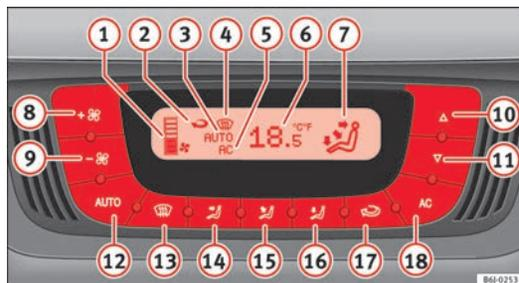

Abb. 95 In der Instrumententafel: Bedienelemente Climatronic
- Drücken Sie die Tasten  und  ⇒ Abb. 95, um die Temperatur einzustellen.
- ④ Defrost-Anzeige
- ⑤ Anzeige AC (Klimaanlage ist eingeschaltet)
- ⑥ Anzeige der gewählten Innenraumtemperatur
- ⑦ Anzeige der Luftstromrichtung
- ⑧ Erhöhung der Gebläseleistung
- ⑨ Verringerung der Gebläseleistung
- Drücken Sie die Taste **AUTO**. Die Anzeige ⇒ **Abb. 95** ⑦ erscheint.
- Drücken Sie die Tasten ⑩ und ⑪ ⇒ **Abb. 95**, um die im Fahrzeuginnenraum gewünschte Temperatur einzustellen. Es wird empfohlen, eine Temperatur von 22 °C (72 °F) einzustellen.
- Drücken Sie eine der Tasten ⇒ Abb. 95 (14) bis (16) oder drücken Sie den Gebläseregler (8) und (9). Die Anzeige (3) erlischt.
Das Gebläse kann mit den Tasten (8) und (9) eingestellt werden ⇒ Abb. 95. Ist das Gebläse ausgeschaltet (am Display wird keine Gebläsestufe (1) angezeigt) und die Taste (9) gedrückt gehalten, wird die Climatronic ausgeschaltet. Dies wird durch **OFF** im Display angezeigt.
- Drücken Sie die Taste (24), um den Umluftbetrieb ein- oder auszuschalten. Der Umluftbetrieb ist eingeschaltet, wenn das Symbol (25) ⇒ Abb. 95 im Display angezeigt wird.